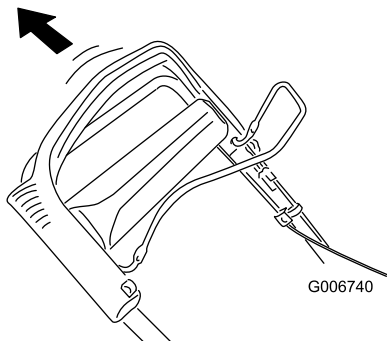

Figura 24
2. Tire hacia atrás todo lo posible del manillar superior (Figura 24).